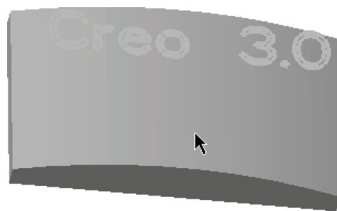

图 9-79 选择合适的曲面
STEP 06 在“参考”下滑面板的“曲面”列表框中选择“单击此处添加项”选项，在绘图区中选择合适的曲面，如图 9-79 所示。